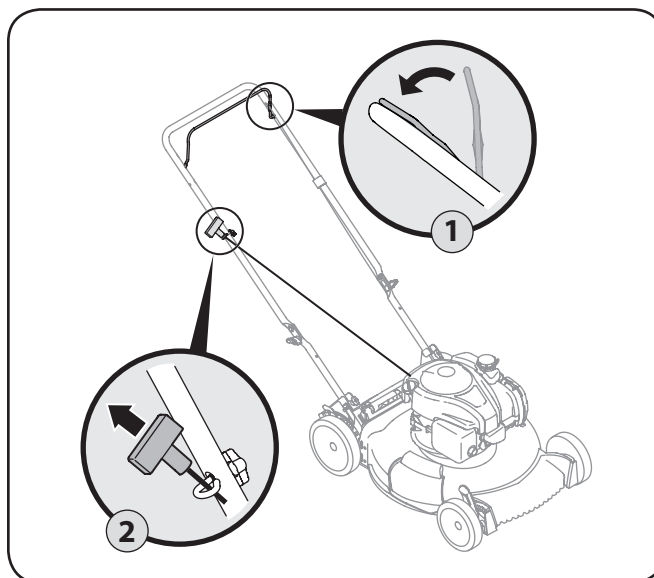

Figure 5-1
2. Sostenga firmemente las dos manijas juntas, tome la manija del arrancador de retroceso y tire de la cuerda para sacarla con un movimiento rápido y continuo. Vea Figure 5-1. Mantenga firme la manija del arrancador, deje que la cuerda regrese lentamente al arrancador. Repita hasta que el motor esté en marcha. Deje que la cuerda se enrolle lentamente de regreso.